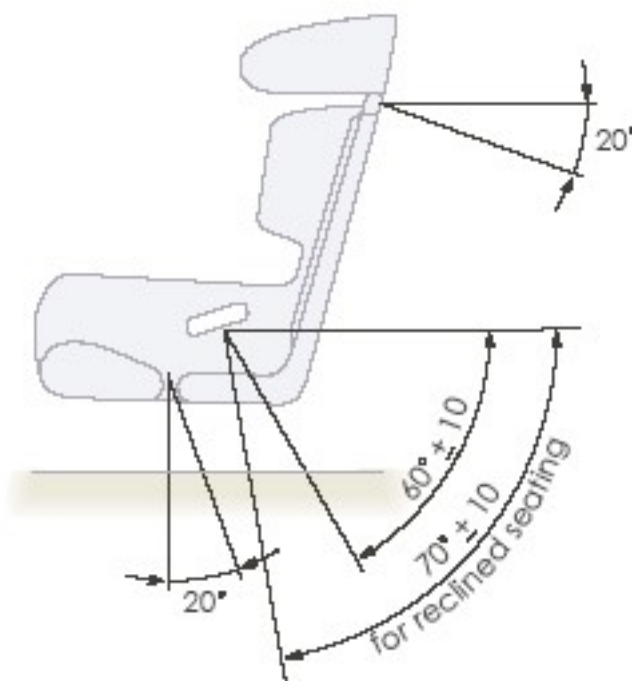

Fig. 4 De anbefalede selevinkler set fra siden
2.4 Den bagerste del af skulderstroppen skal føres skråt nedad fra den øverste del af HANS stropstøttefladen til ankerpunktet i bilen, om muligt 20° fra vandret. Vinkler mellem 0° og 20° er acceptable som vist i fig. 4.